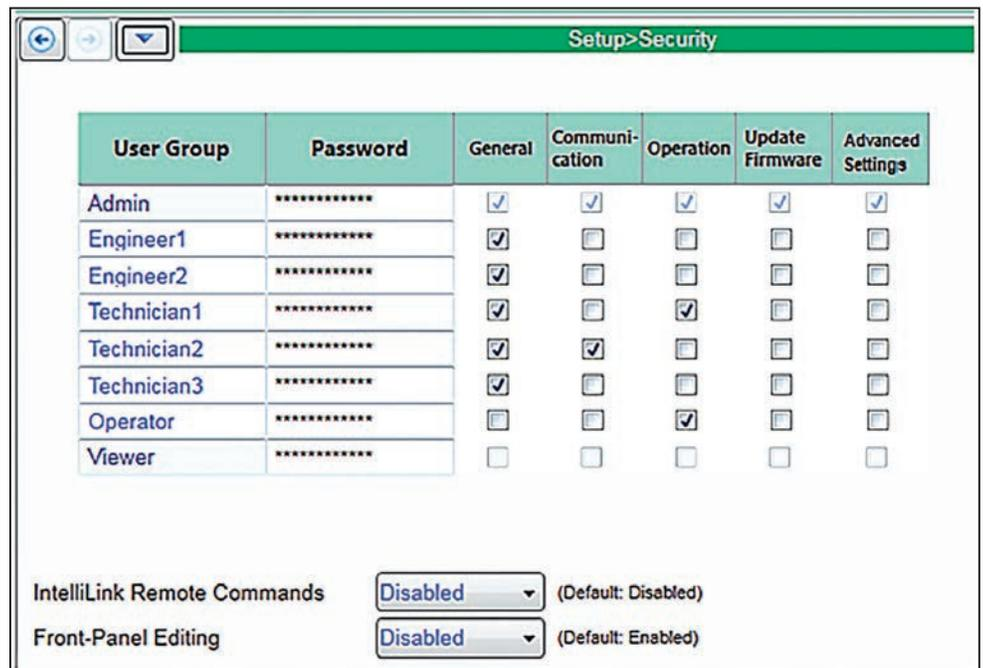

Figura 108. La pantalla *Setup>Security*.
PASO 2. Vaya a la pantalla *Setup>Security (Configuración>Seguridad)* del Software de Configuración IntelliLink. Vea la Figura 108.